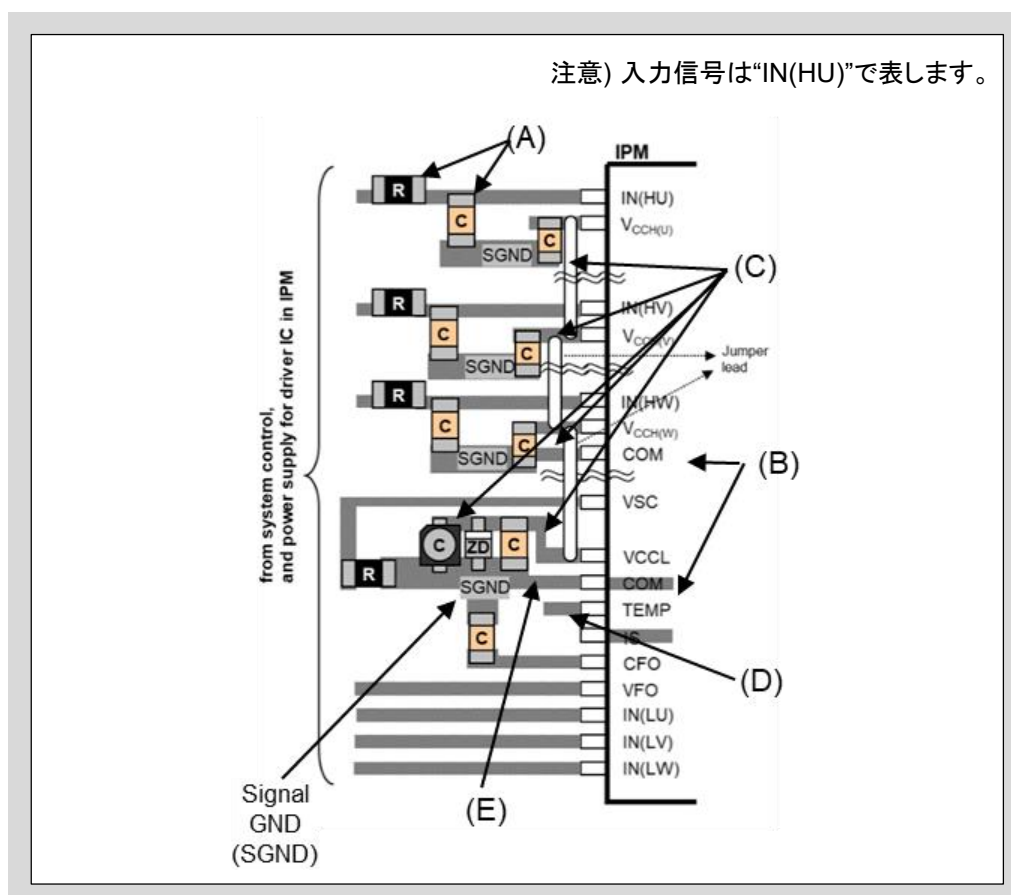

図5-7 推奨プリント基板配線のイメージ (インターフェイス部)
- (A) 過電流状態を瞬時に検出するために、高速コンパレータとロジックICをご使用ください。
- (B) コンパレータに入力する基準電圧と制御GND間にコンデンサを接続してください。また可能な限りコンパレータ直近に配置してください。
- (C) COM端子の制御GND配線とコンパレータの制御GND配線は分割してください。
- (D) COM端子の制御GND配線とコンパレータの制御GND配線は1点グラウンドとしてください。1点グラウンドは可能な限りシャント抵抗の直近に接続してください。
- (E) その他の注意点と推奨パターンは図5-7(a)と同じです。回路定数決定の詳細については第4章2節をご参照ください。